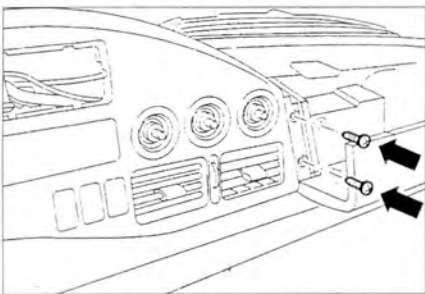

Рис. 10.33. Откройте перчаточный ящик и выкрутите винты (стрелка).
14. Откройте перчаточный ящик и выкрутите винты (стрелка) (рис. 10.33).